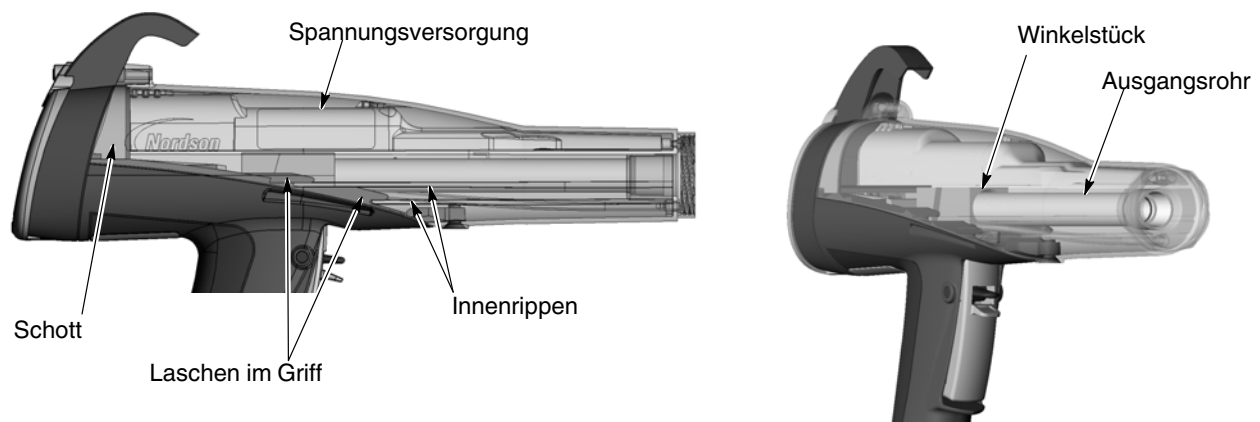

Abb. 6-6 Pistole zusammensetzen
1. Siehe Abb. 6-6. Das Pistolengehäuse und den Griff aufeinander ausrichten und die beiden Teile zusammenschieben, wobei die Innenrippen des Pistolengehäuses und die Laschen im Griff ineinandergreifen.